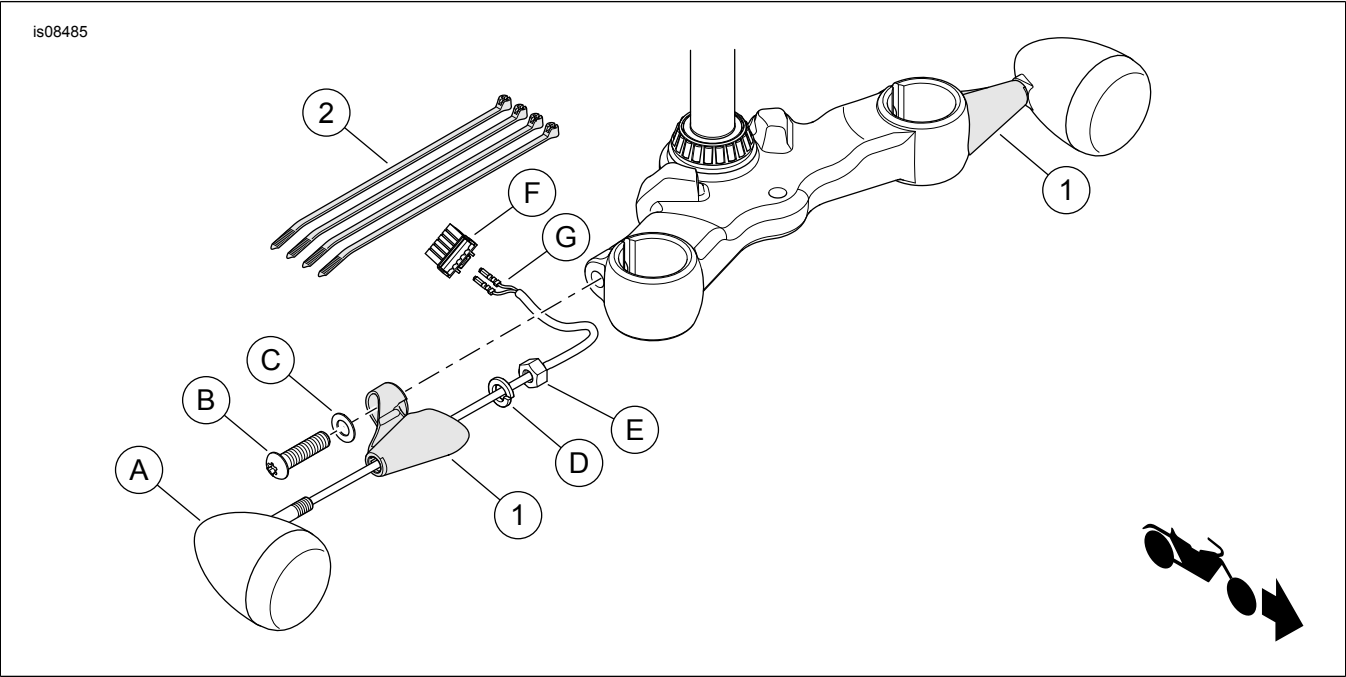

Figura 1. Peças de reposição: Kit de reposicionamento do pisca dianteiro – XL1200X
Veja Figura 1 e Tabela 1.
3. Veja Figura 1. Remova o receptáculo do conector (F) do chicote de fios do conjunto dos piscas. Anote a localização do terminal (G). Consulte o Manual de serviço.
5. Remova a porca (E), a arruela (D) e o conjunto dos piscas (A) da base dos piscas original de fábrica.
8. Veja Figura 1. Oriente os terminais do conjunto dos piscas (G) e a fiação através da base dos piscas (1).
9. Instale o conjunto dos piscas na base dos piscas. Fixe com a arruela de pressão (D) e a porca (E). Aperte com torque de 16,3–21,7 N·m (12–16 ft-lbs).
12. Oriente a fiação de cada pisca até o chicote de fios principal conforme anotado anteriormente. Fixe a fiação com abraçadeiras (2).
13. Instale os terminais dos fios dos piscas (G) no receptáculo do conector removido anteriormente conforme anotado. Consulte o Manual de serviço.